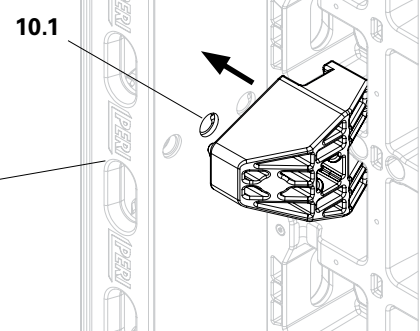

Fig. A3.09b
1. Smontare il connettore d'angolo DUO (23), avvitare il dado a tre rinforzi (53) sul tirante d'angolo.
4. Inserire il perno in acciaio (23.4) del connettore d'angolo DUO nel foro per tirante desiderato (10.1) del pannello jolly. (Fig. A3.09b)